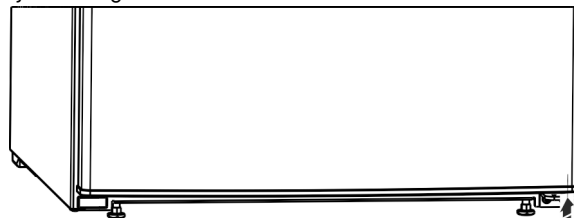

Fig. 6
- ▶ A távtartót Fig. 6 (13) helyezze vissza az ajtó jobb oldalának aljára, mivel ez fontos a készülék stabilitásához.